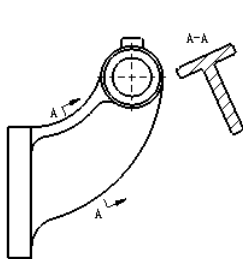
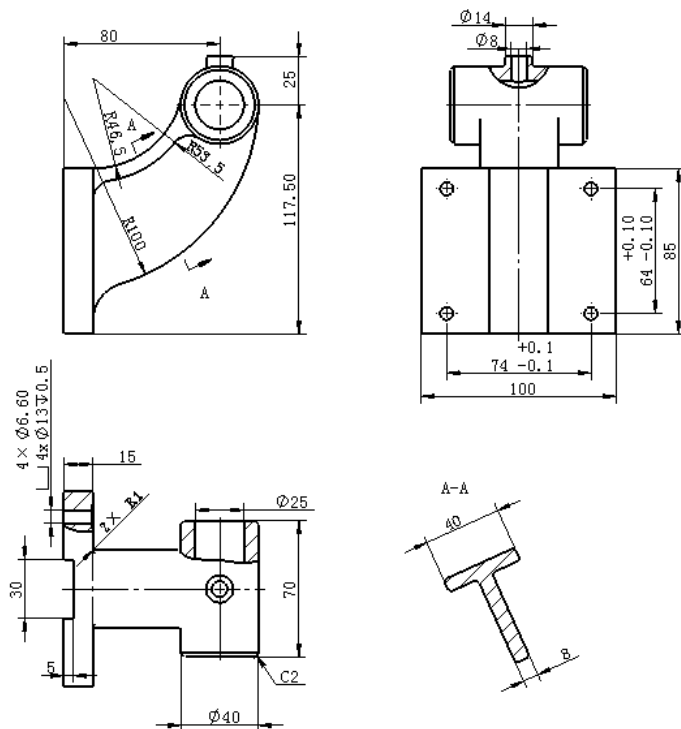

图 6.13.14 剖视图 3
图 6.13.17 标注尺寸
Task6. 创建图 6.13.14 所示的剖视图 3
Step3. 放置视图。选择合适的位置单击，生成剖视图，如图 6.13.14 所示。
在图 6.13.14 所示的视图区域选择视图 A-A 右击，在弹出的快捷菜单中选择 **视图对齐** → **解除对齐关系(A)** 命令，然后将鼠标停放在视图 A-A 的虚线框上，此时光标会变成 ，按住鼠标左键并移动至合适的位置后放开，如图 6.13.17 所示。
Task8. 添加图 6.13.17 所示的尺寸标注